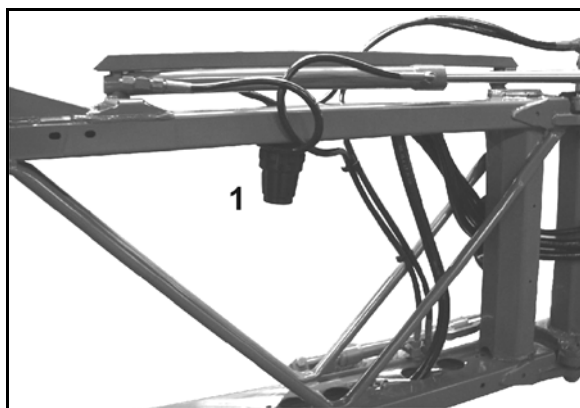

Fig. 187
1. Løsne overfalsskruen (Fig. 187/1).